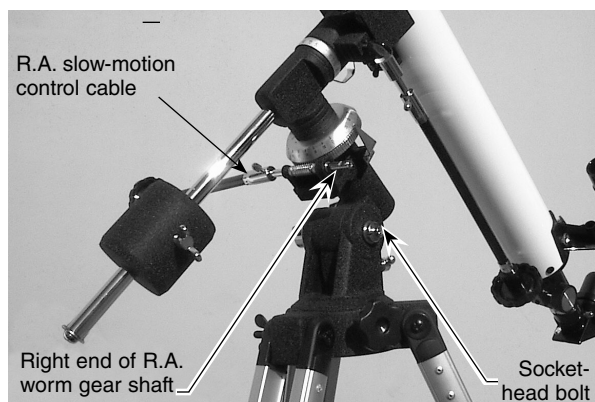

Abbildung 1. Orion EQ-1M-Montierung mit am linken Ende der Schneckenradwelle für die RA-Achse montierter Zeitlupensteuerung für die RA-Achse.
1. Wenn Sie von vorne auf die Montierung schauen, sollte das Zeitlupensteuerungskabel für die Rektaszensionsachse (RA-Achse) am linken Ende der Schneckenradwelle für die RA-Achse montiert sein (siehe **Abbildung 1**). Wenn es auf der rechten Seite montiert ist, entfernen Sie es aus der Halterung, und montieren Sie es am linken Ende der Welle.
3. Verwenden Sie den mitgelieferten 4-mm-Innensechskantschlüssel, um die Zylinderkopfschraube auf der rechten Seite der parallaktischen Montierung zu entfernen (siehe **Abbildung 1**).
4. Verwenden Sie den mitgelieferten 4-mm-Innensechskantschlüssel, um die Zylinderkopfschraube auf der rechten Seite der parallaktischen Montierung zu entfernen (siehe **Abbildung 1**).